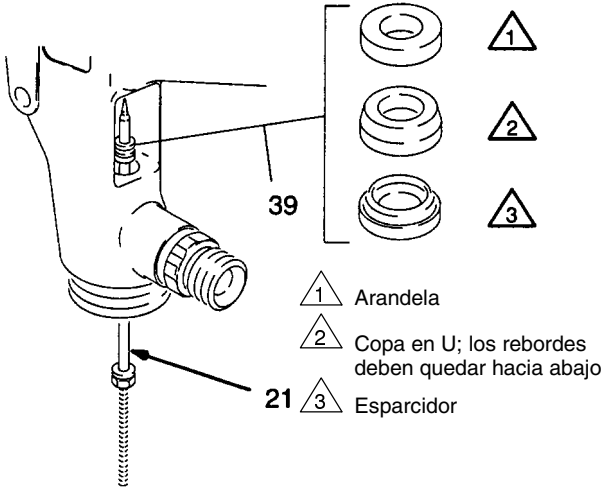

Fig. 6
1. Insertar la aguja de fluido (21) a través de la parte delantera de la pistola tal como se muestra en la Fig. 6. Colocar el nuevo conjunto de empaquetaduras (39) colocándolo sobre el extremo de la boquilla de aguja. Orientar las empaquetaduras tal como se indica en la Fig. 6.